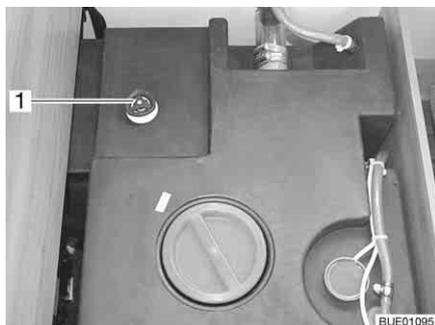

Bild 226 Wassertank mit Drehgriff
- Auf dem Wassertank den Drehgriff (Bild 226,1) im Uhrzeigersinn bis zum Anschlag drehen.
- Auf dem Wassertank den Drehgriff (Bild 226,1) entgegen dem Uhrzeigersinn bis zum Widerstand drehen. Das Wasser läuft bis auf 60 Liter aus.